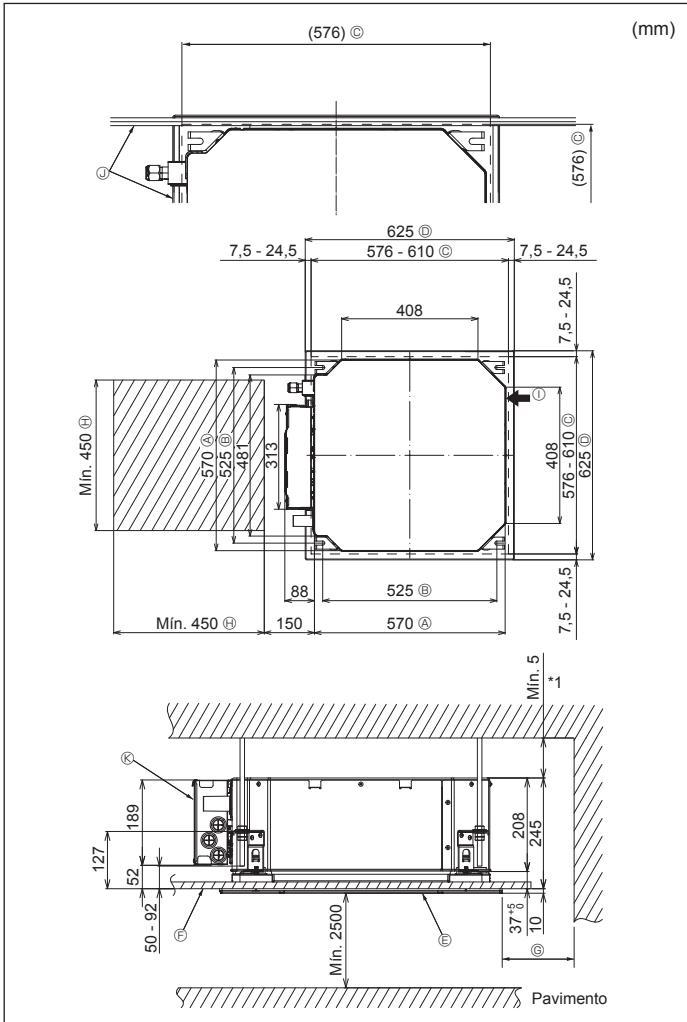

Fig. 2-2
2.2. Locais das aberturas no teto e da instalação dos parafusos de suspensão (Fig. 2-2)